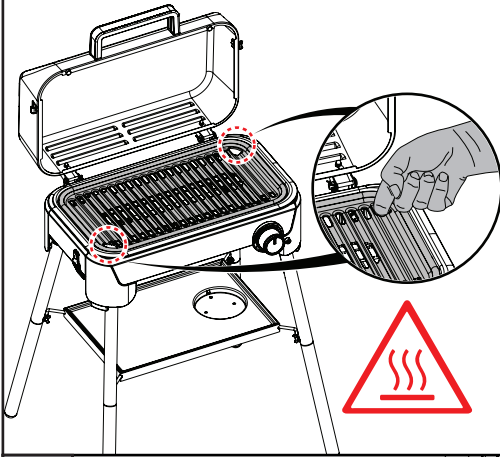

Fig. 6a
- Encliqueter le détendeur (2) sur le réservoir de gaz et le visser jusqu'à ce que vous entendiez un clic (environ un sixième de tour) (Fig. 6a). Ne forcez pas davantage car vous risquez d'endommager le système Easy Clic® Plus.